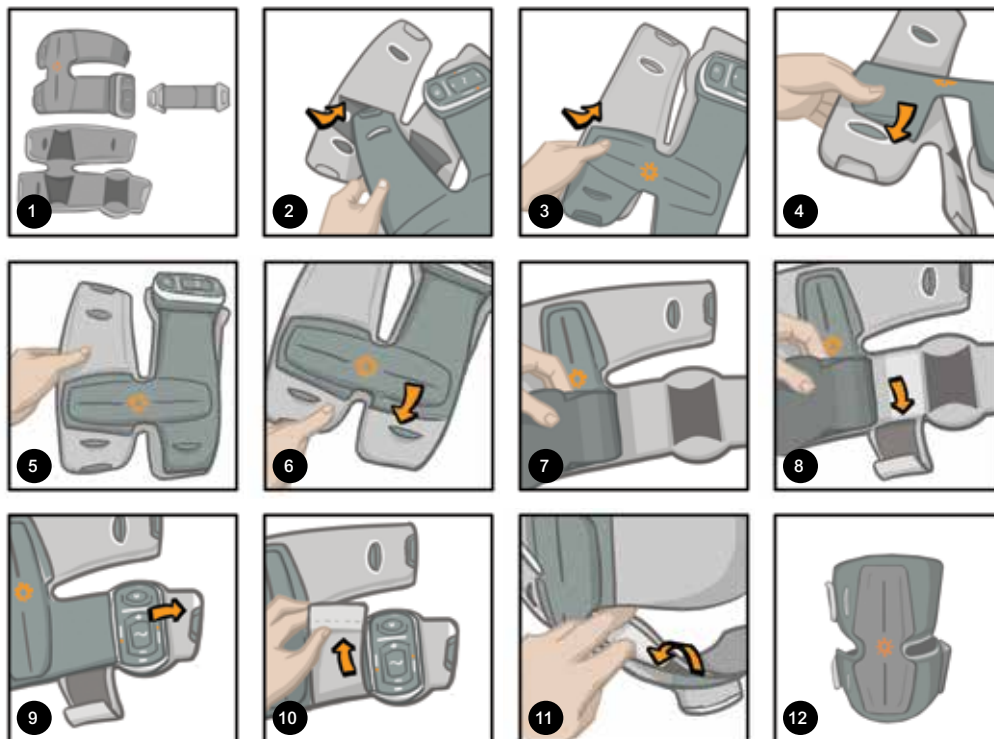

Figura 8-15: Atașarea acoperitorii pentru jambieră Thigh pentru utilizare la domiciliu
1. Introduceți mai întâi panoul superior al jambierei Thigh în acoperitoare și apoi atașați buzunarul velcro în jurul panoului inferior. Consultați Figura 8-15.